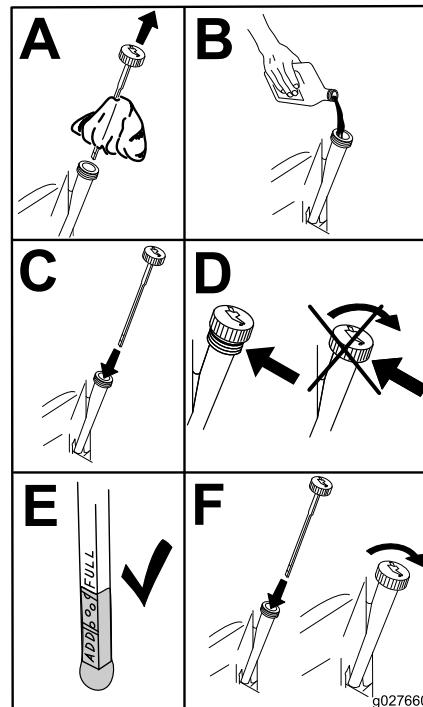

Figure 51
- Versez lentement environ 80 % de l'huile spécifiée dans le tube de remplissage, puis faites l'appoint lentement jusqu'à ce que le niveau atteigne le repère maximum (**Full**) (Figure 51).